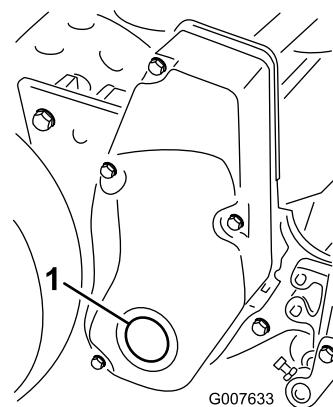

Figura 58
- Retire a vela na cobertura da transmissão do cilindro direito (Figura 58).